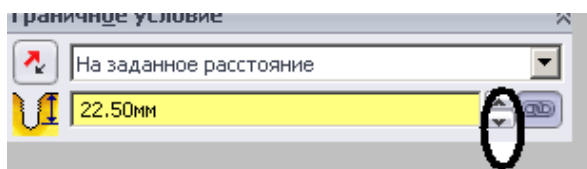

Рис. 4.8. Выбор подходящей глубины резьбового отверстия
– выбор подходящей глубины резьбы осуществляют кнопками последовательного увеличения/уменьшения в зависимости от толщины *Нажимной пластины* (рис. 4.8);